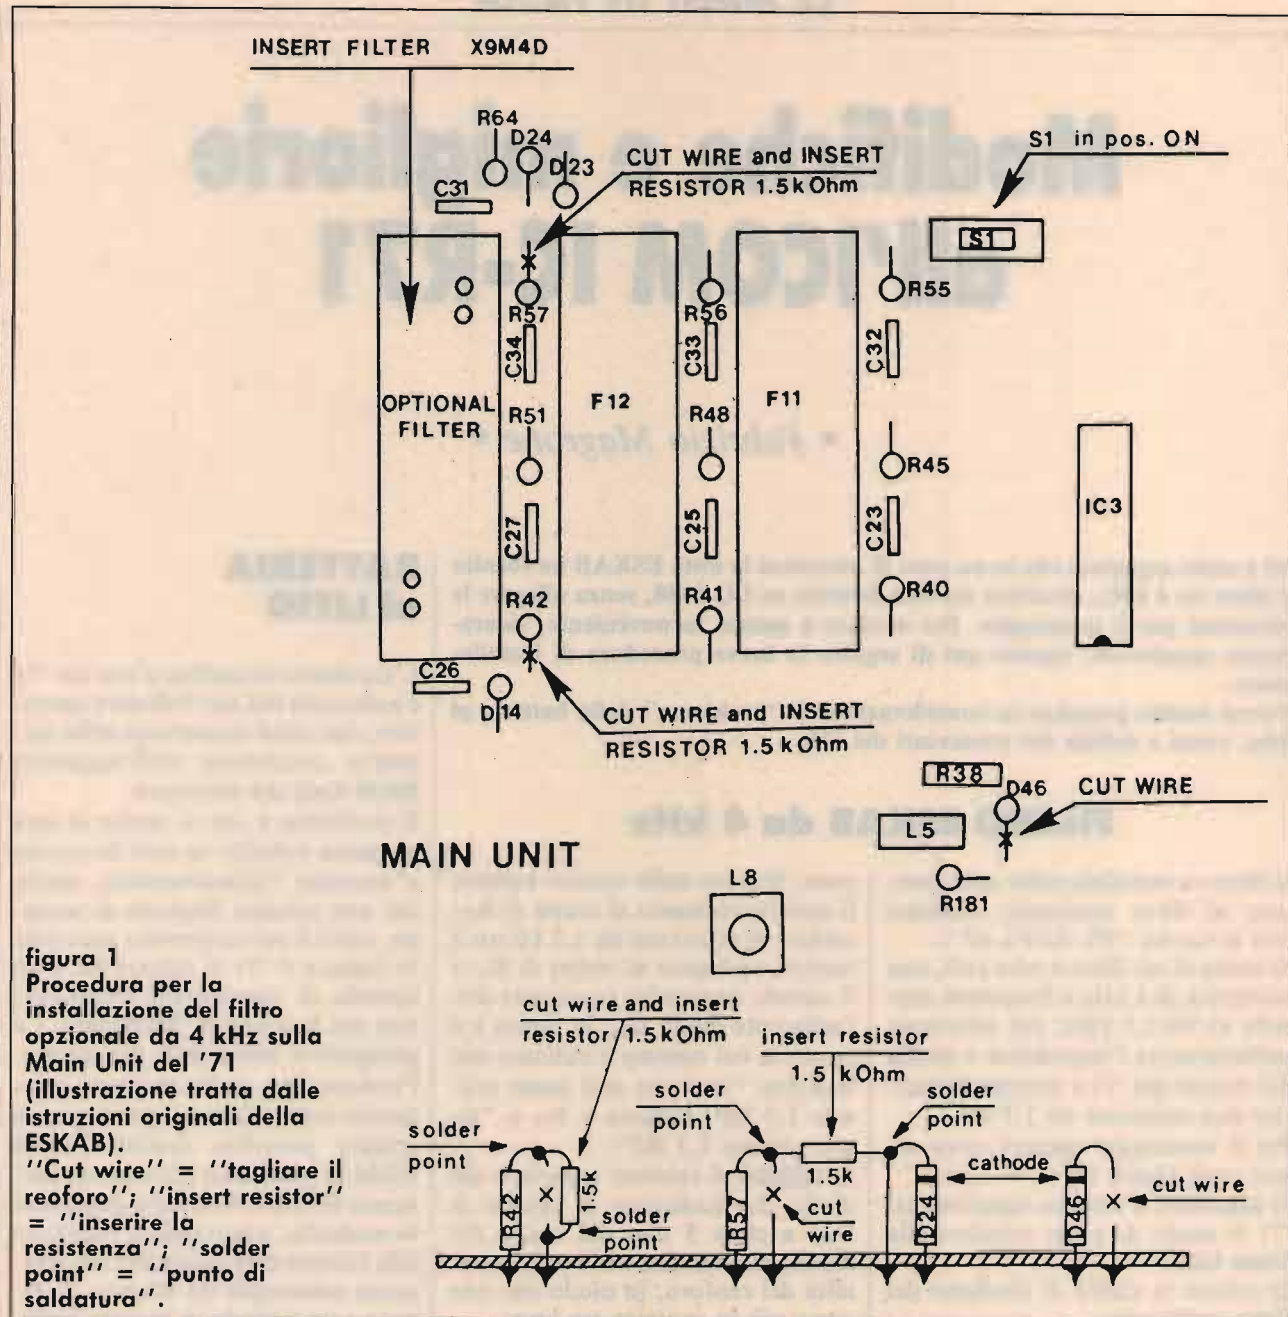

figura 1
Per il montaggio operare come segue (vedi figura 1):
3) tagliare il reoforo della resistenza R₄₂ a circa 3 mm dal corpo della resistenza; separare tra loro le due estremità del reoforo reciso e liberarle dalla vernice isolante. Saldare la resistenza da 1,5 k Ω tra il reoforo collegato al corpo di R₄₂ e il reoforo connesso al circuito stampato; la resistenza da 1,5 k Ω risulterà pertanto in serie a R₄₂; in figura 1 il punto in cui operare è indicato con la scritta "cut wire and insert resistor 1,5 k Ω " relativa a R₄₂;
pato; liberare dalla vernice isolante il reoforo collegato al corpo di R₅₇; saldare la resistenza da 1,5 k Ω tra il reoforo collegato al corpo di R₅₇ e il catodo (estremità superiore) dell'adiacente diodo D₂₄; in figura 1 il punto in cui operare è indicato con le scritte "cut wire and insert resistor 1,5 k Ω " relativa a R₅₇ e "insert resistor 1,5 k Ω ";